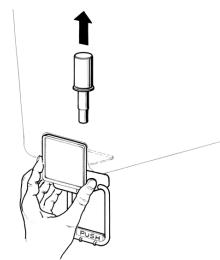

figura 3
- 6** **Rubinetto a gravità:** sfilare il pistone e quindi smontare la leva comando rubinetto (vedere figura 3).